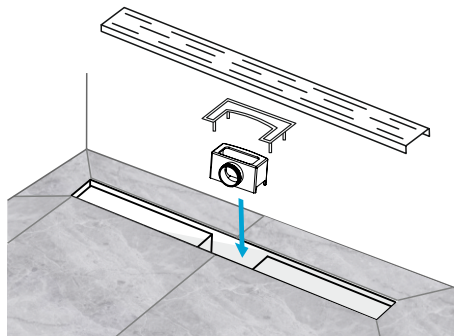

Рис. 11
11. Убедитесь в отсутствии строительного мусора и крупных частиц в лотке трапа, при необходимости пролейте чистой водой. Установите гидрозатвор, грязеулавливающую сетку и решетку (рис. 11). Убедитесь, что сток воды происходит в нормальном режиме.